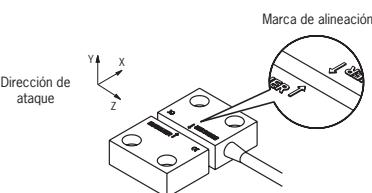

Figura 1: Alineación de la cabeza de lectura y el actuador
La cabeza de lectura y el actuador pueden montarse en cualquier posición. Asegúrese de que ambos estén alineados (véase Figura 1).
- ▶ Sus superficies activas estén completamente enfrentadas cuando el resguardo esté cerrado (véase Figura 1).
- ▶ Si la velocidad de ataque entre la cabeza de lectura y el actuador es reducida, se recomienda evitar la dirección de ataque Z (véase Figura 1).